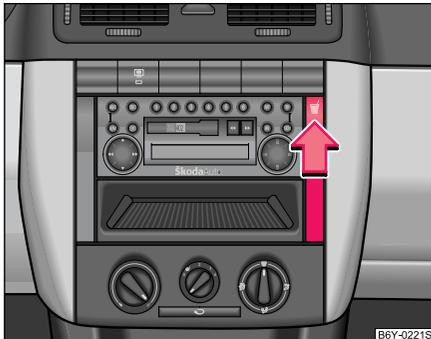

Abb. 63 Schalttafel:
- Drücken Sie auf das Symbol  in Pfeilrichtung ⇒ Abb. 63, der Getränkedosenhalter kommt heraus und öffnet sich.